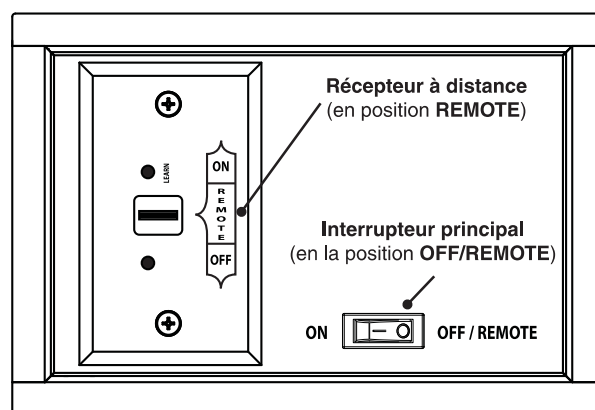

Fig. 30-1 Contrôle détail du panneau
1. Vérifiez que l'interrupteur principal est en position **OFF/REMOTE** (éteindre/éloigné) (voir Fig. 30-1).
2. Repérez l'interrupteur à 3 positions sur le récepteur de télécommande (voir Fig. 30-1), Et faites glisser l'interrupteur à la position **REMOTE**(éloigné).